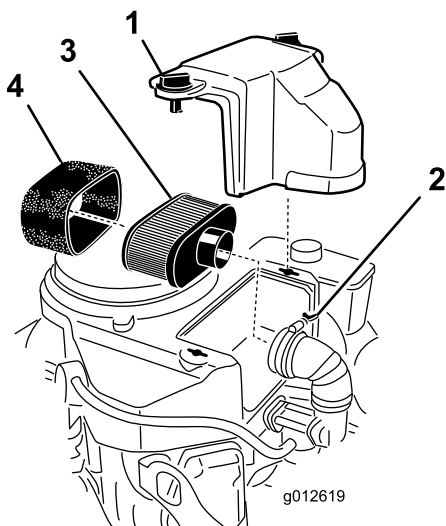

Figura 41
3. Para evitar qualquer dano, limpe à volta do filtro de ar para impedir a entrada de impurezas para o interior do motor (Figura 41).
4. Desaperte os botões da cobertura e retire a cobertura do filtro de ar (Figura 41).
5. Desaperte o dispositivo de fixação de tubagem e retire o conjunto do filtro de ar (Figura 41).
6. Retire cuidadosamente o filtro de esponja, passando pelo filtro de papel (Figura 41).
1. Limpe o elemento de papel batendo suavemente para remover a sujidade. Se estiver muito sujo, substitua o elemento de papel (Figura 41).
1. Deslize cuidadosamente o elemento de esponja para o filtro de papel (Figura 41).
2. Coloque estrutura do filtro do ar na base do filtro do ar ou tubo e prenda-a (Figura 41).
3. Coloque a cobertura do filtro de ar na sua posição e aperte os botões da cobertura (Figura 41).